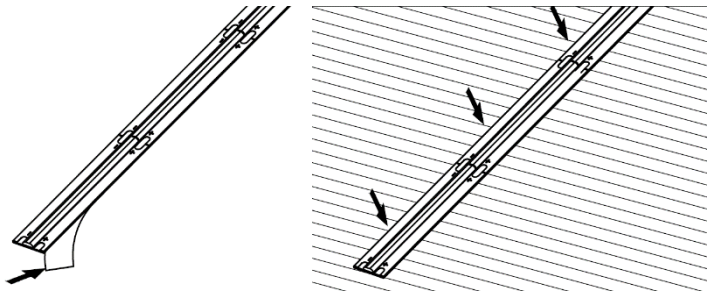

Рисунок 9.
- 7.4. Подготовьте необходимый отрезок ленты. Удалите защитную пленку с поверхности клейкой ленты. Приклейте ее на место установки. Проклейка ленты должна быть равномерной (см. Рисунок 9).